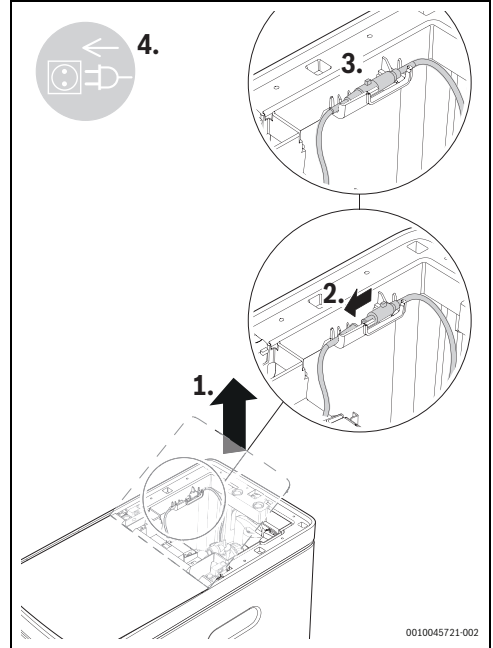

Fig. 7 Ligar o terminal do adaptador de corrente
1. Ligue o terminal da fonte de alimentação ao conetor de energia da válvula de controlo. Introduza-o na ranhura limite da estrutura central e depois feche a tampa superior (→Fig. 7).